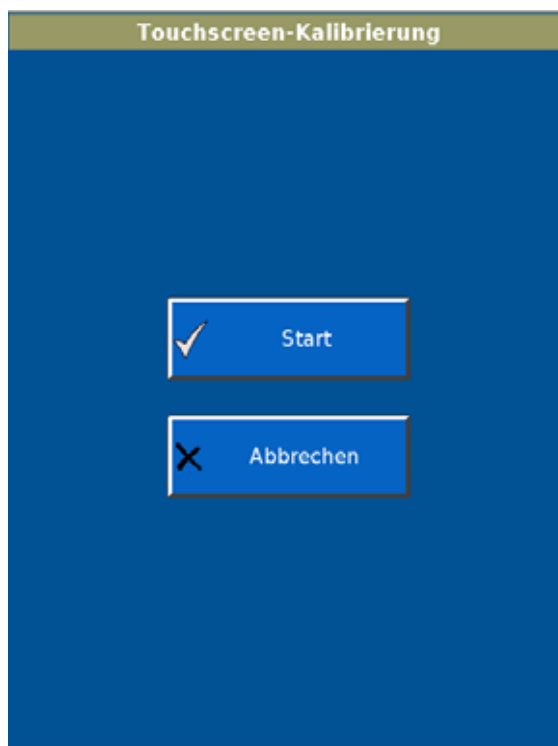

Abb. E-12: Bildschirm Touchscreen-Kalibrierung
1. Im **Diagnostikmenü** wählen Sie **Touchscreen-Kalibrierung**. Der Bildschirm **Touchscreen- Kalibrierung** wird angezeigt (Abbildung E-12).